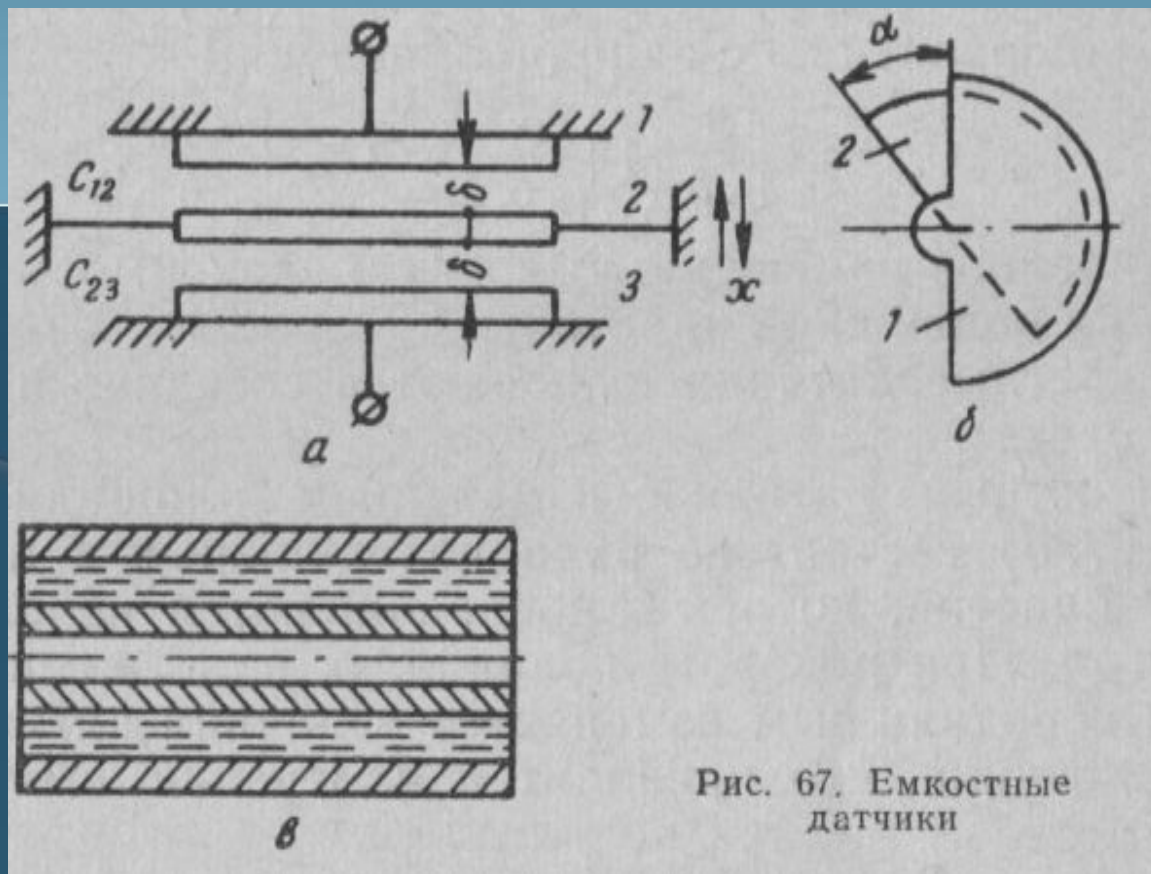

Рис. 67. Емкостные датчики
- Емкостный датчик с изменением площади пластин (рис. 67, б) состоит из ряда неподвижных и подвижных пластин, которые поворачиваются на определенный угол. При повороте подвижных пластин по отношению к неподвижным изменяется величина активной площади датчика, что приводит к изменению емкости датчика.
- **Емкостные датчики** с изменяющейся диэлектрической постоянной среды можно применять для измерения концентрации электролитов или уровня жидкости. Обычно такие датчики выполняют в виде двух коаксиальных цилиндров (рис. 67, в), между которыми находится измеряемая жидкость. При изменении концентрации электролита или уровня жидкости линейно изменяется емкость датчика.